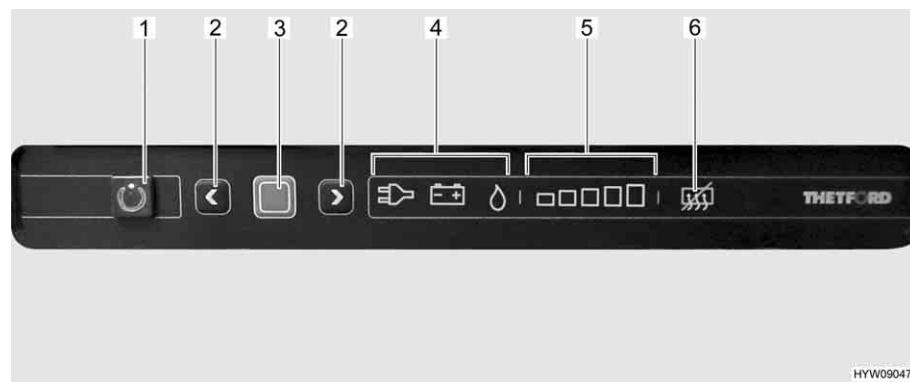

Fig. 184 Elementi di comando (frigorifero Thetford)
La modalità di funzionamento attuale è indicata da un simbolo luminoso (Fig. 184,4) sulla centralina di controllo.
Dopo l'accensione il frigorifero seleziona automaticamente la regolazione del termostato selezionata per ultimo. Questa impostazione può essere modificata manualmente con i tasti freccia (Fig. 184,2). Le barre luminose dell'indicatore del livello di refrigerazione (Fig. 184,5) visualizzano la temperatura selezionata sul termostato. Con i tasti freccia viene regolata la temperatura di refrigerazione per tutti i tre tipi di energia. Ci vogliono alcune ore prima che il frigorifero raggiunga la temperatura normale di esercizio. Cambiando la modalità di funzionamento la regolazione del termostato non viene modificata. La temperatura di refrigerazione è indipendente dal tipo di energia utilizzata.
■ Premere il tasto On/Off (Fig. 184,1) per 1 secondo. Il tasto (Fig. 184,1) si illumina di verde. Dopo circa 10 secondi, l'indicatore viene attenuato per risparmiare energia.
■ Premere il tasto di conferma (Fig. 184,3). L'impostazione attuale della modalità di funzionamento viene visualizzata.
■ Se non è impostata la modalità di funzionamento a gas: Per modificare l'impostazione, premere il tasto di conferma (Fig. 184,3) per circa 2 secondi.
■ Selezionare la modalità di funzionamento a gas con i tasti freccia (Fig. 184,2). L'alimentazione del gas è ora aperta. L'accensione avviene automaticamente. È udibile un ticchettio fino a quando procedura di accensione non è stata portata a termine.
■ Premere il tasto di conferma (Fig. 184,3) per circa 2 secondi.
■ Premere nuovamente il tasto di conferma (Fig. 184,3). Il livello di refrigerazione attuale viene indicato dalle barre luminose (Fig. 184,5).
■ Per modificare l'impostazione, premere i tasti freccia (Fig. 184,2) fino a visualizzare l'impostazione desiderata.
**Spegnimento:** ■ Premere il tasto On/Off (Fig. 184,1) per circa 2 secondi. Tutte le spie si spengono. Il frigorifero è spento.
■ Se non è impostata la modalità di funzionamento 230 V: Per modificare l'impostazione, premere il tasto di conferma (Fig. 184,3) per circa 2 secondi.
■ Selezionare la modalità di funzionamento 230 V con i tasti freccia (Fig. 184,2).
■ Premere il tasto On/Off (Fig. 184,1) per circa 2 secondi. Tutte le spie si spengono. Il frigorifero è spento.
- Premere il tasto On/Off (Fig. 184,1) per 1 secondo. Il tasto (Fig. 184,1) si illumina di verde. Dopo circa 10 secondi, l'indicatore viene attenuato per risparmiare energia.
- Premere il tasto di conferma (Fig. 184,3). L'impostazione attuale della modalità di funzionamento viene visualizzata.
- Se non è impostata la modalità di funzionamento 12 V: Per modificare l'impostazione, premere il tasto di conferma (Fig. 184,3) per circa 2 secondi.
- Selezionare la modalità di funzionamento 12 V con i tasti freccia (Fig. 184,2).
- Premere il tasto di conferma (Fig. 184,3) per circa 2 secondi.
- Premere nuovamente il tasto di conferma (Fig. 184,3). Il livello di refrigerazione attuale viene indicato dalle barre luminose (Fig. 184,5).
- Per modificare l'impostazione, premere i tasti freccia (Fig. 184,2) fino a visualizzare l'impostazione desiderata.
- Premere il tasto On/Off (Fig. 184,1) per circa 2 secondi. Tutte le spie si spengono. Il frigorifero è spento.
- Premere contemporaneamente entrambi i tasti freccia (Fig. 184,2) e tenerli premuti per 2 secondi. Il simbolo di disattivazione della funzione anti-condensa (Fig. 184,6) si illumina.
- Premere di nuovo contemporaneamente entrambi i tasti freccia (Fig. 184,2) e tenerli premuti per 2 secondi. Il simbolo di disattivazione della funzione anti-condensa (Fig. 184,6) si spegne.